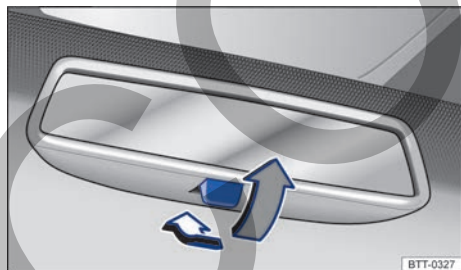

Fig. 88 En el parabrisas: retrovisor interior antideslumbrante manual.
- Para oscurecer el retrovisor, tire de la palanca hacia atrás → fig. 88.